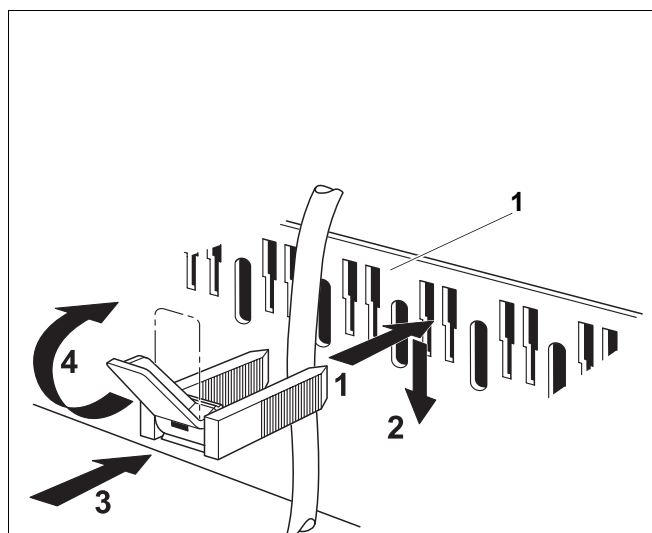

Рис. 19 Крепление провода хомутом
- Вставьте хомут с вложенным в него проводом сверху в шлицы рамки (рис. 19, поз. 1), пластинка рычага при этом должна быть направлена вверх (рис. 19, шаг 1).
- Сдвиньте хомут вниз (рис. 19, шаг 2).
- Нажмите на хомут (рис. 19, шаг 3).
- Поверните рычажок вверх (рис. 19, шаг 4).